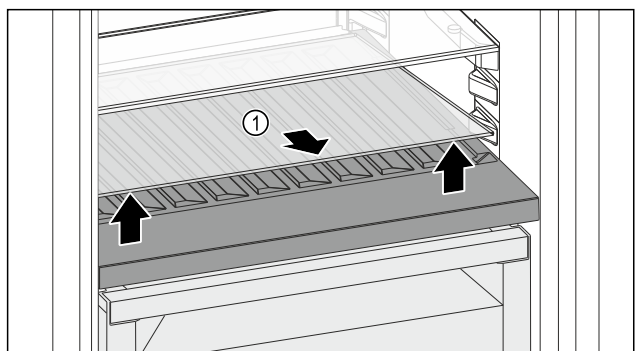

Fig. 164
- ▶ Dvignite stekleno ploščo Fig. 164 (1) pri odprtini spredaj in jo odstranite.
- ▶ Stekleno ploščo Fig. 164 (1) varno shranite zunaj naprave.
- ▶ Stekleno ploščo (2) vložite pod prilagodljivo stojalo za steklenice.